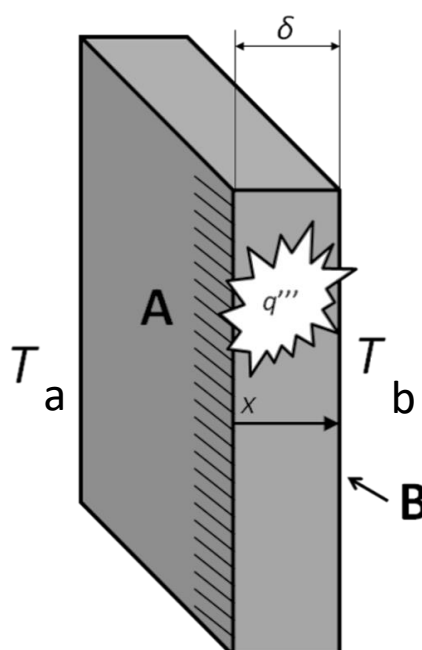

Fig. 1
- 1) In una piastra piana infinita di spessore $\delta = 50$ mm (v. Fig. 1) e conducibilità termica $k = 5$ W/(m K) è presente una generazione volumetrica di calore $q'''(x) = 500 \sin(\pi x/\delta)$ kW/m³. Le due estremità sono mantenute a temperatura costante $T_a = T_b = 300$ K rispettivamente. Calcolare la distribuzione di temperatura a stazionario, con una accuratezza relativa pari almeno allo 0.1%. Verificare l'indipendenza dei risultati dal parametro di discretizzazione utilizzato.